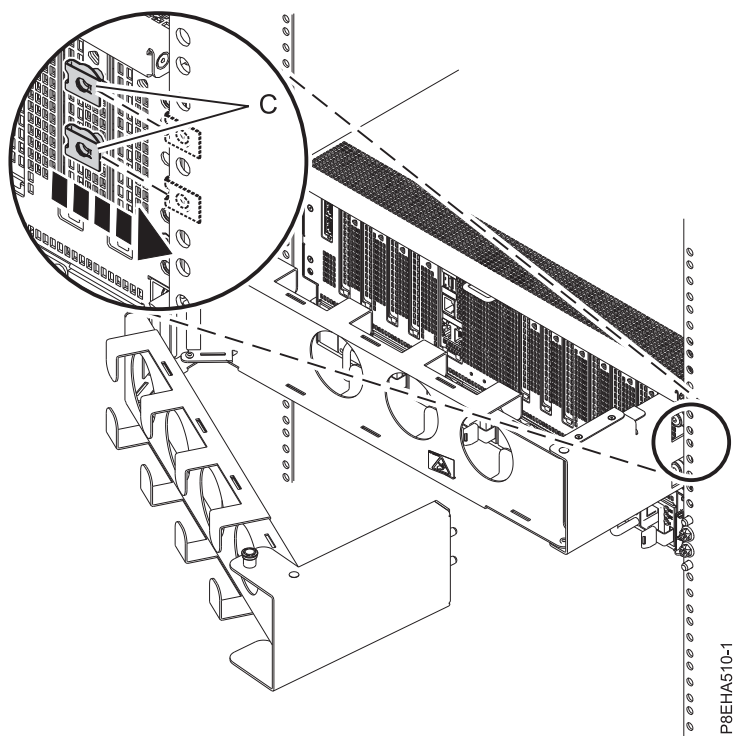

図 18. ラック・レールへのナット・クリップの取り付け
2. フレームに手が届くように、システム・ドロワーを前方にスライドさせます。 18 ページの図 18 に示すように、外側プレートをラック・レールに取り付ける予定の位置で、2 つのナット・クリップ (C) をラック・レールに取り付けます。